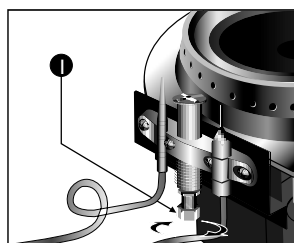

Figura 19
- Afloje la tuerca de alimentación de gas al piloto de encendido (Ver figura 19).